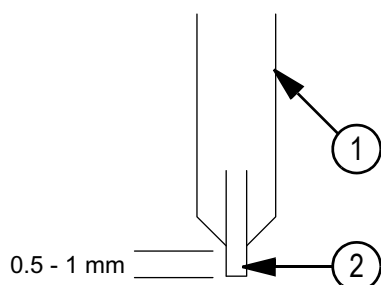

Figure 4-2 Réglage de l'extension de la pointe de l'électrode
- Régler le capuchon d'ajustement de l'électrode noire sur le dessus de la sonde de manière à étendre ou rétracter la pointe de l'électrode. La pointe de l'électrode devrait s'étendre sur une distance de 0,5 à 1,0 mm par rapport à l'extrémité de la sonde, comme illustré dans figure 4-2.